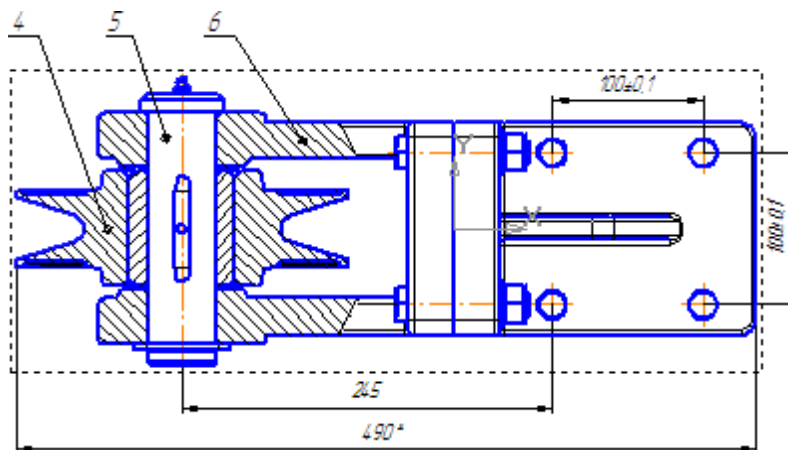

Рисунок 12.
- Проставьте на виде осевые линии, обозначения центров, размеры и позиционные линии-выноски (рис. 12).